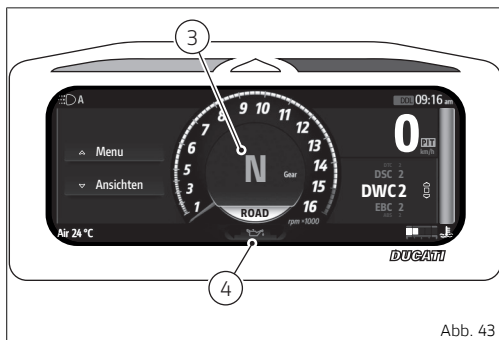

Abb. 43
Den roten Schalter (1) an der rechten Lenkerseite nach oben bringen, dann die Taste (2) drücken. Das Motorrad spontan anspringen lassen, ohne dabei den Gasdrehgriff zu betätigen. Die rote Öldruckkontrollleuchte (4, Abb. 43 S.74) muss einige Sekunden nach dem Anlassen des Motors erlöschen.